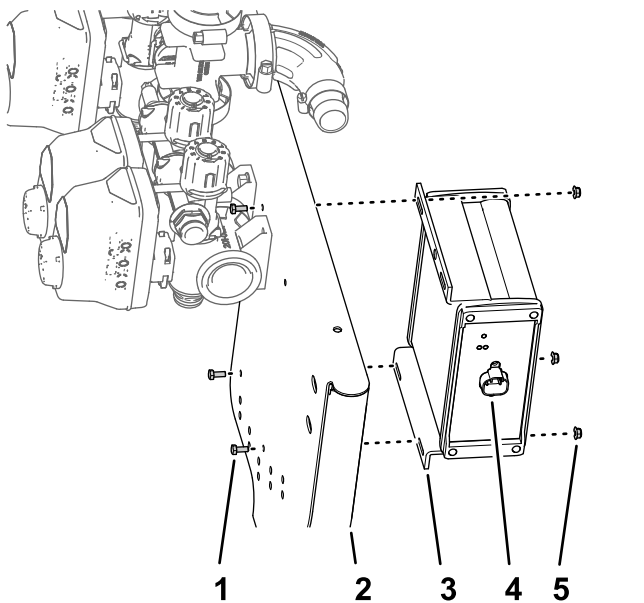

Figura 96
1. Alinee el controlador de fumigación ASC 10 en el lado delantero del soporte de las válvulas, orientando el conector de 4 pines hacia fuera (Figura 96).
- Monte el controlador del fumigador en el soporte de las válvulas (Figura 96) con los 3 pernos (3 x 10 mm) y las 4 contratuercas con arandela prensada (4 mm).